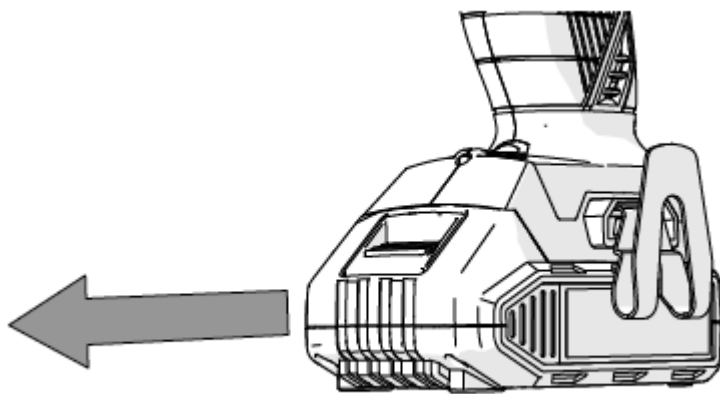

Рис.1
- Нажмите кнопку освобождения аккумулятора и осторожно сдвиньте аккумуляторный блок (рис. 1).